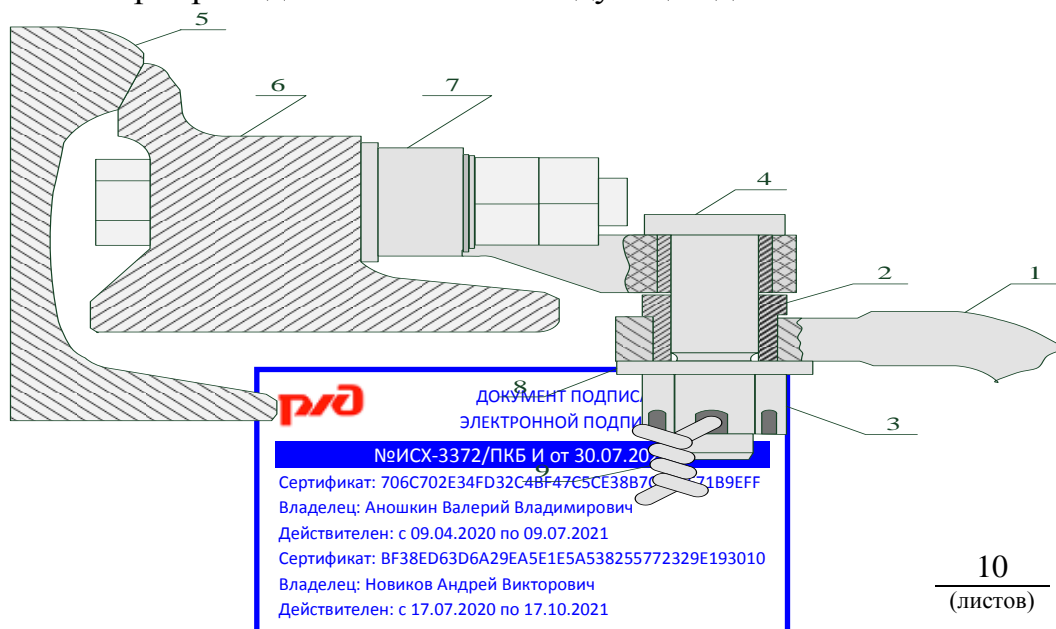

Рис.1. Узел крепления контрольной тяги с контрольной серьгой.
- в узле (см. рис. 1) крепления контрольной тяги с серьгой, кусачками перекусить проволоку закрутки, выправить и вытянуть ее из отверстия в оси;